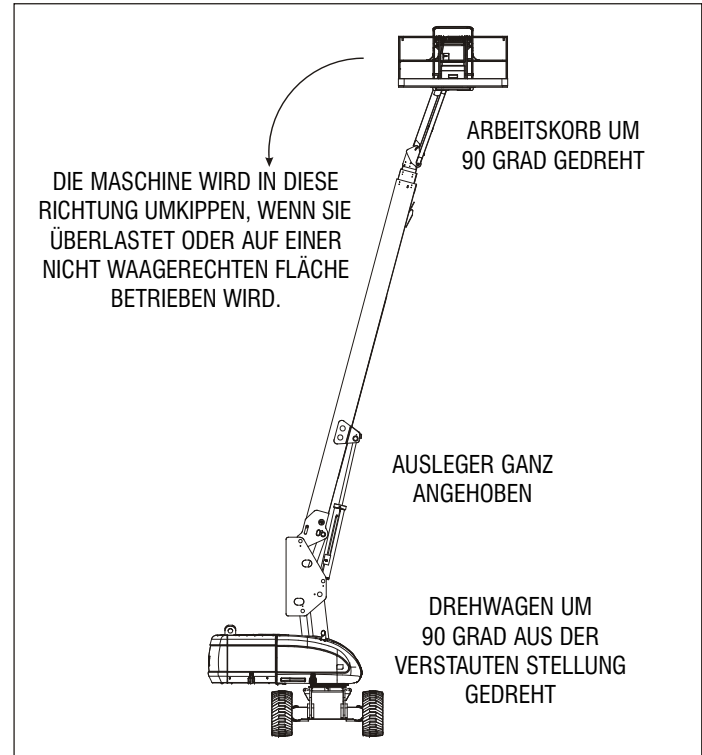
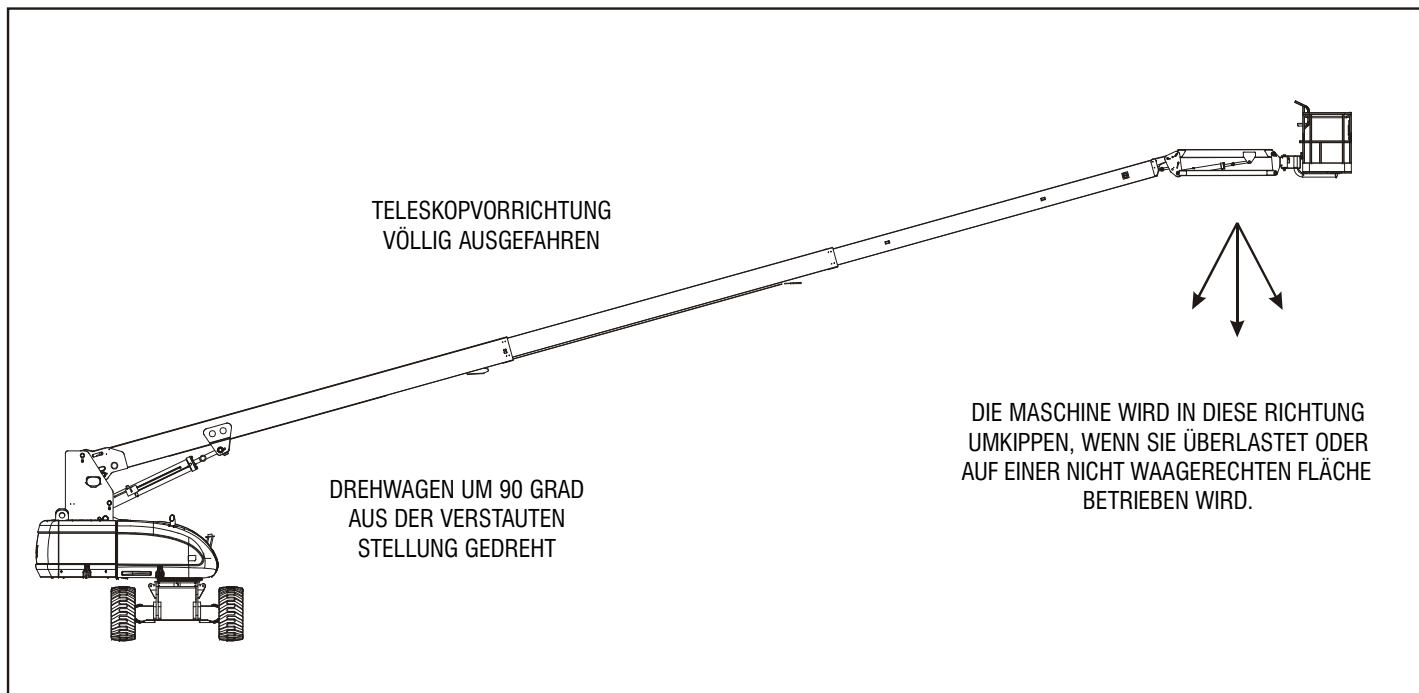

Abbildung 4-1. Stellung der geringsten Rückwärtsstabilität
Abbildung 4-2. Stellung der geringsten Vorwärtsstabilität
Die Stabilität der Maschine beruht auf zwei (2) Bedingungen, die als VORWÄRTSSTABILITÄT und RÜCKWÄRTSSTABILITÄT bezeichnet werden. Die Maschinenstellung mit der geringsten VORWÄRTSSTABILITÄT ist in (Abbildung 4-2.) und die Stellung mit der geringsten RÜCKWÄRTSSTABILITÄT in (Abbildung 4-1.) dargestellt.